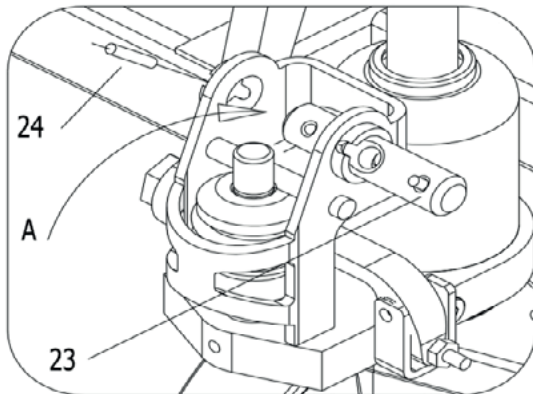

Fig.1
3.1 Favor de hacer referencia a la Fig.1 y retire el perno 23.